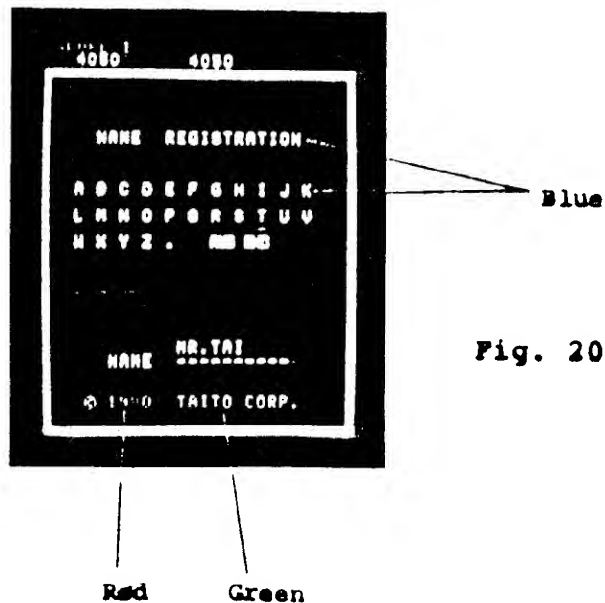

Fig. 20
17. NAME REGISTRATION (Fig. 20)